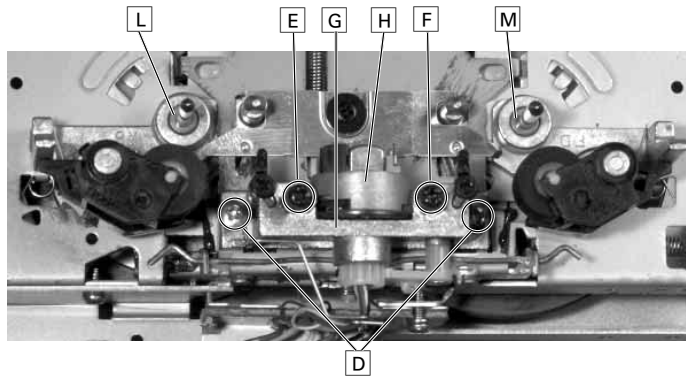

Fig. 12
**7. Kopfträger ausbauen, Fig. 12**
**7. Removing the head base, Fig. 12**
- Ölfangscheiben **L** und **M** abziehen (Fig. 12).
- Pull off the oil seals **L** and **M** (Fig. 12).
Die Bandlaufeinstellung wird notwendig nach einem Wechsel des Kombikopfes **H** bzw. des Kopfträgers **G** (Fig. 12).
Adjustment of the tape transport is necessary after changing the combi head **H** or the head base **G** (Fig. 12).